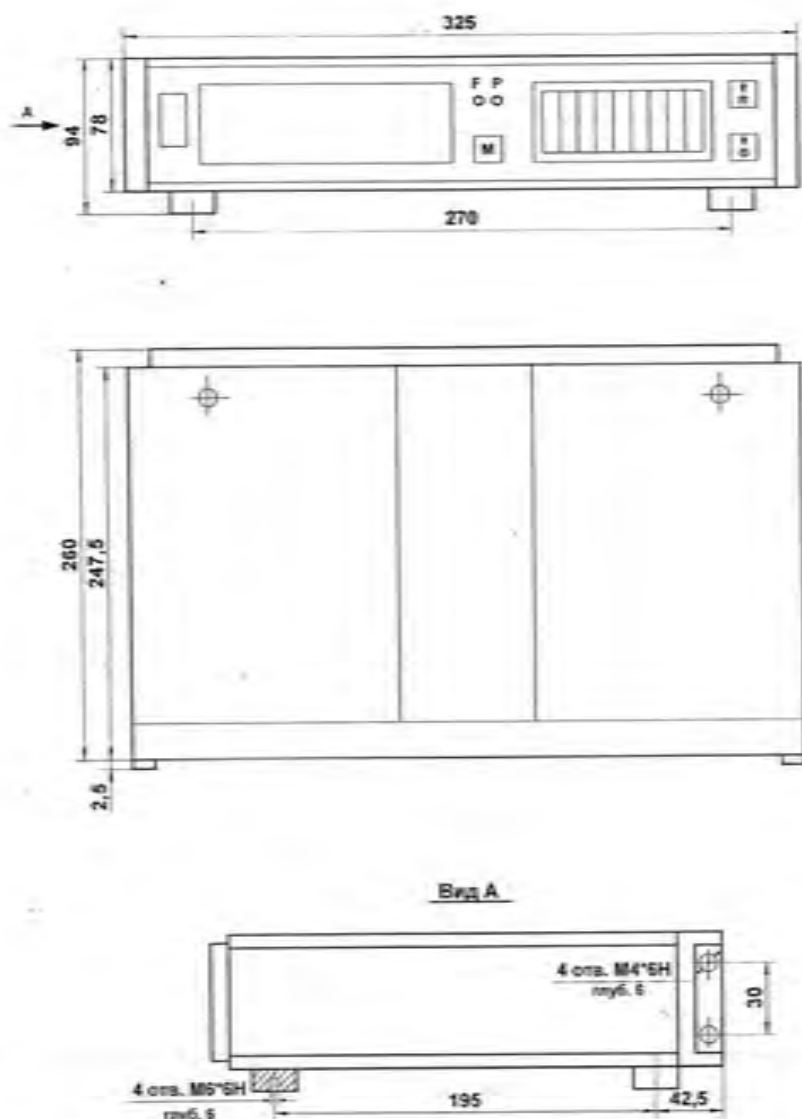

Рис.3.1
3.4. Габаритный чертеж и установочные размеры УЦИ приведены на рис.3.1.